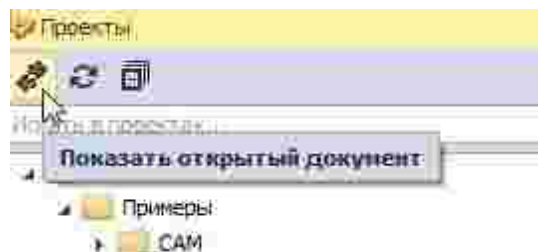

Рис. 8 Переход из рабочего пространства к элементу дерева
- Переход из рабочего пространства к элементу дерева, Рис. 8. Переход из рабочего пространства осуществляется с помощью нажатия кнопки «Показать открытый документ». После ее нажатия в дереве проекта будет выбран тот узел, которым ведется работа (активное окно).